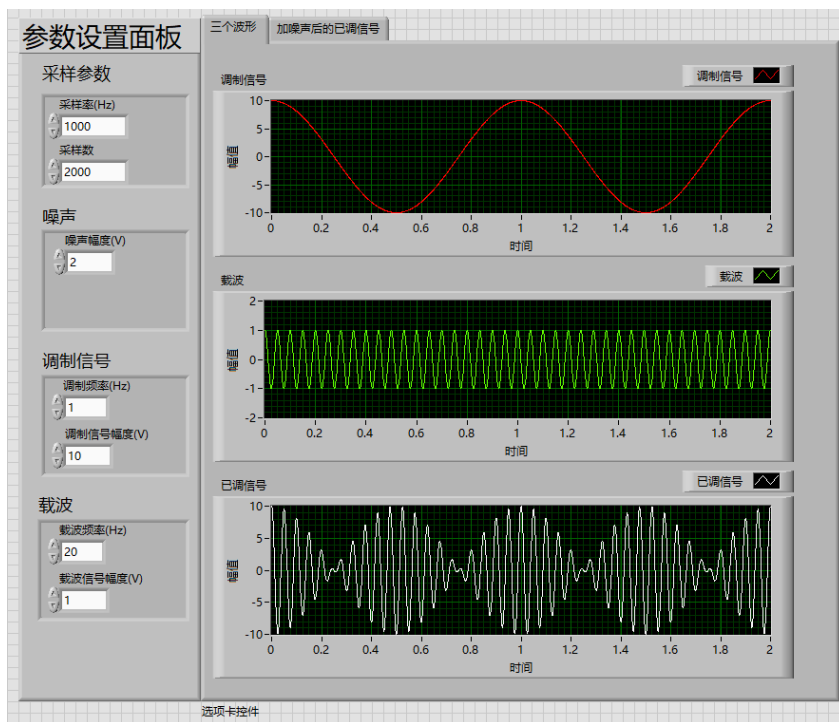
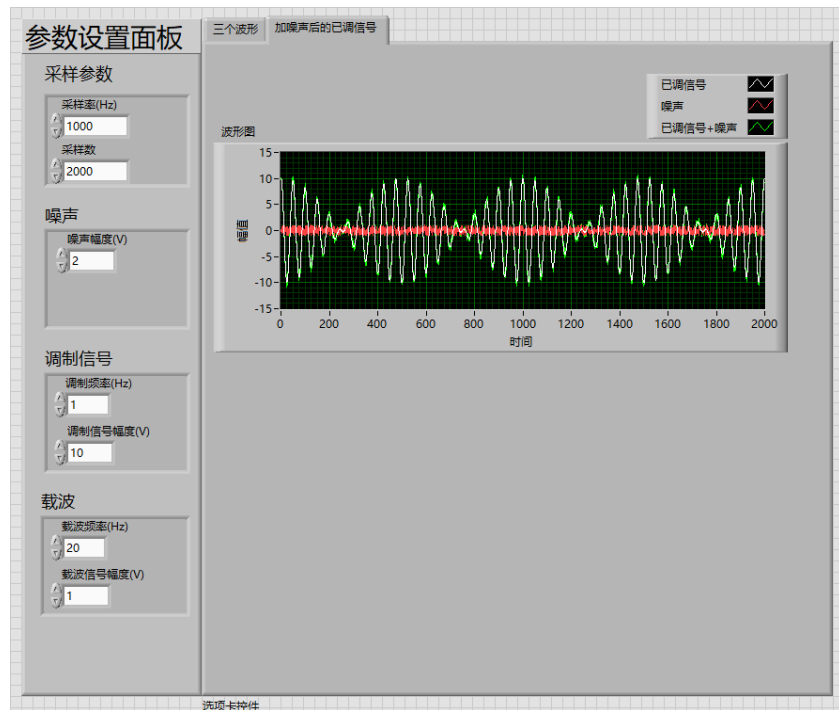

图 1-45 幅度调制端的仿真系统前面板设计
图 1-46 用选项卡控件整理前面板内容
- (1) 前面板的布局参照图 1-45、图 1-46 设计。
个信号绘制在一张波形图中，使用不同线型颜色使它们彼此区别，便于辨认（如图 1-46）。